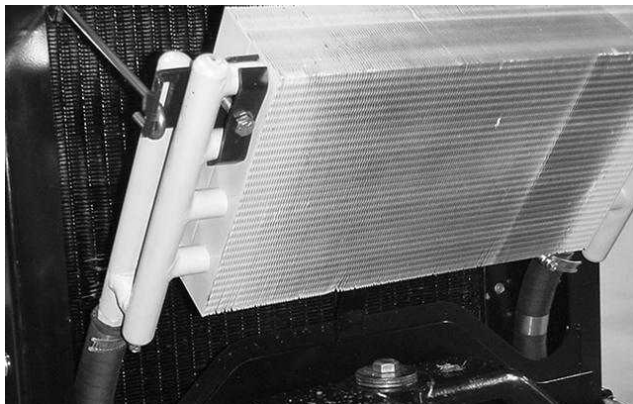

Bild 46
3. Entriegeln Sie den Ölkühler und schwenken ihn nach hinten (Bild 46). Reinigen Sie beide Seiten des Ölkühlers und des Motorkühlers gründlich mit Wasser oder mit Druckluft. Schwenken Sie den Ölkühler in seine ursprüngliche Position zurück.